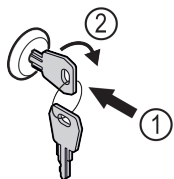

Fig. 157 Immagine a titolo di esempio
- Inserire la chiave Fig. 157 (1).
- Ruotare la chiave di 90° in senso orario Fig. 157 (2).